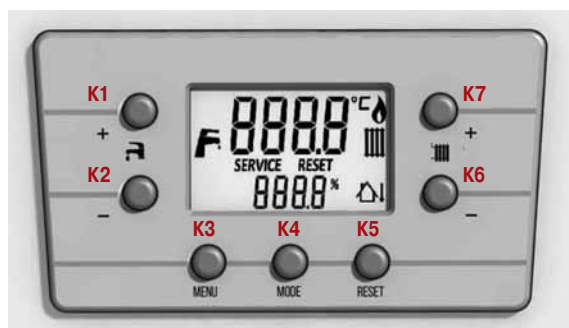

Рис. 1. Панель управления
Газовый клапан оборудован электронной системой регулировки пламени, действующей в зависимости от установленной температуры клавишами К1 и К2 (рис. 1) и количества отбираемой из кранов воды. Клавишам К1 и К2 (рис. 1) задается требуемая температура в система горячего водоснабжения. Для увеличения температуры, нажмите клавишу К1, а для уменьшения – К2. Эта электронная система позволяет поддерживать температуру выходящей из котла воды постоянной также и при малом количестве отбираемой воды. Во время отбора воды на дисплее показана температура горячей санитарной воды.
Для регулирования температуры в помещении можно использовать комнатный термостат (поставляется отдельно). Если комнатный термостат не установлен, температуру в помещении можно изменять задавая температуру воды в системе отопления нажатием клавиш К6 и К7 (рис. 1).
Необходимо, чтобы во время этой операции был выбран режим OFF при помощи кнопки K4 (рис.1).
- Для выключения с сохранением активной функции «антизаморозка» необходимо нажатием кнопки K4 (Рис.1) выбрать режим «OFF». Котел выключается (на дисплее высвечивается надпись OFF), но электрический контур котла остается под напряжением и активизируется функция «защита от замерзания» (глава 8).
Для осуществления сброса ошибки котла нажмите кнопку К5 (Рис. 1) на 3 сек. При повторных отображениях данной неисправности обратитесь в обслуживающую организацию.